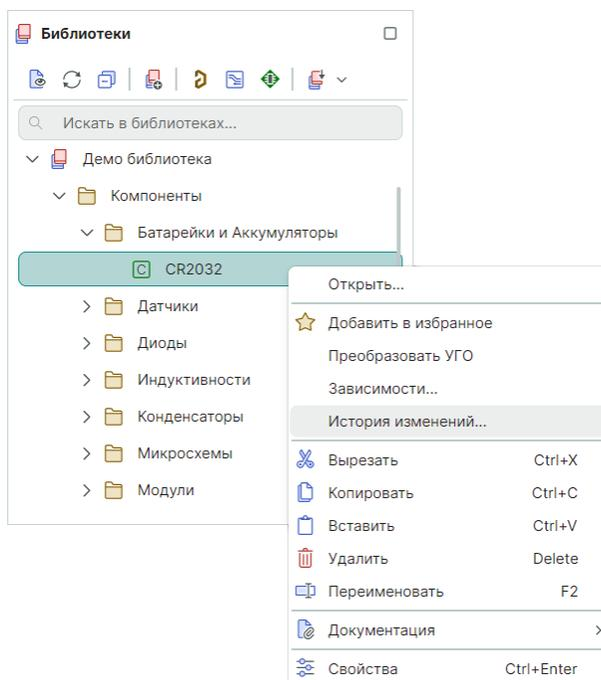

Рис. 343 Переход к истории изменений компонента из контекстного меню
- в функциональной панели «Библиотеки» из контекстного меню компонента выбрать пункт «История изменений...», см. Рис. 343.